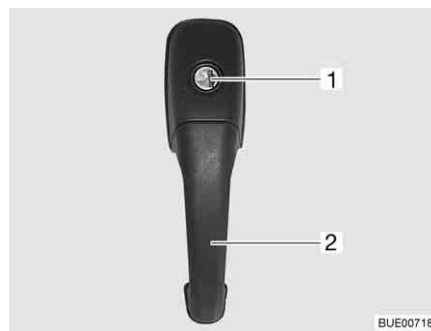

Fig. 35 Cerradura de la puerta de entrada, en el exterior
- Introducir la llave en el cilindro de cierre (Fig. 35,1) y girarla hasta que esté desbloqueada la cerradura de la puerta.
- Tirar del tirador de la puerta (Fig. 35,2). La puerta está abierta.
- Introducir la llave en el cilindro de cierre (Fig. 35,1) y girarla hasta que esté bloqueada la cerradura de la puerta.